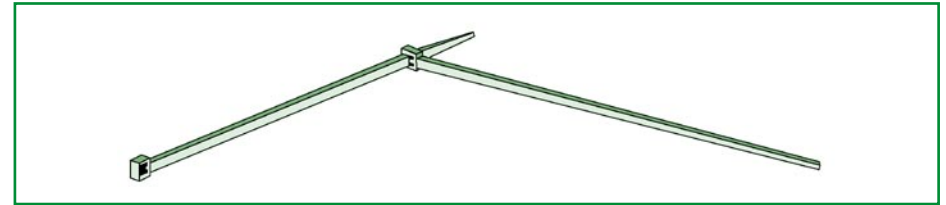

Fig. 3
4. Unire le fascette a due a due (**Fig. 3**).
Double the **CLIPS** (**Fig. 3**).